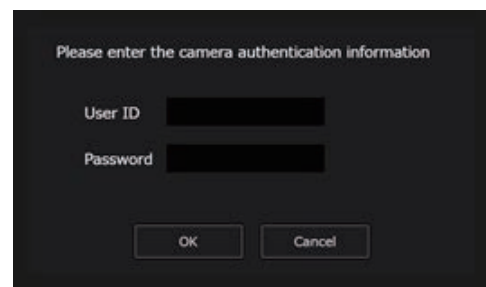

Fig. 4
**5 Saisissez le nom d'utilisateur et le mot de passe enregistrés sur l'écran Web, puis cliquez sur le bouton [OK]. (Fig. 4)**